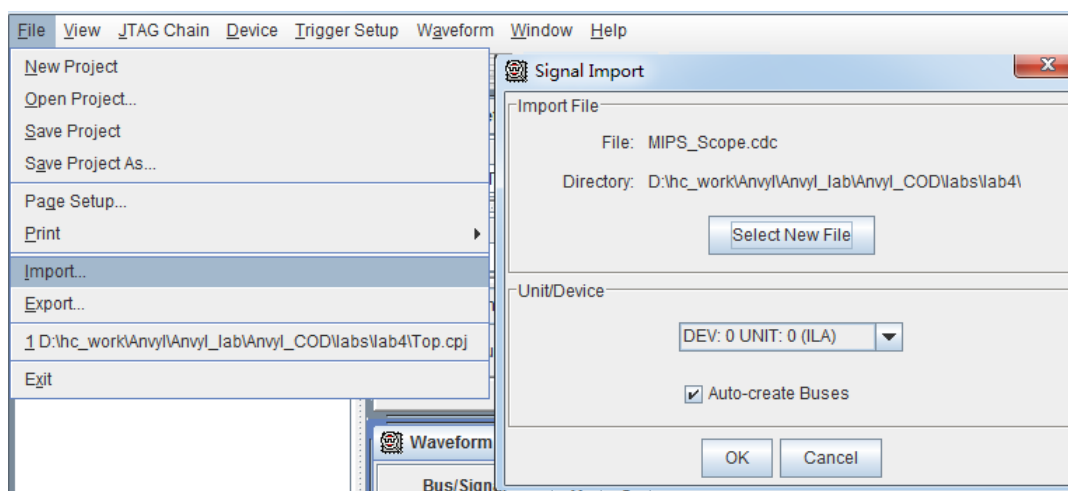

图 28. 导入 CDC 文件
- 双击 Trigger Setup 和 Waveform，得到两个窗口。按 F5 键，开始进行信号采样，采样完毕后可得到如图 28 的波形。观察分析波形